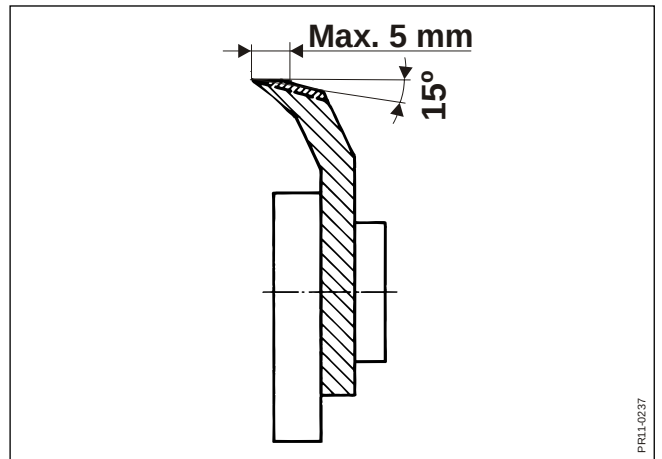

Fig. 4-12
- Fig. 4-12** Para evitar un consumo de energía innecesario al cortar y desgaste extra grande de la piedra de afilar hay que hacer un desbaste o enderezado de las cuchillas (el borde posterior se afila en un ángulo de aprox. 15°), cuando el borde de corte es por lo menos 5 mm.